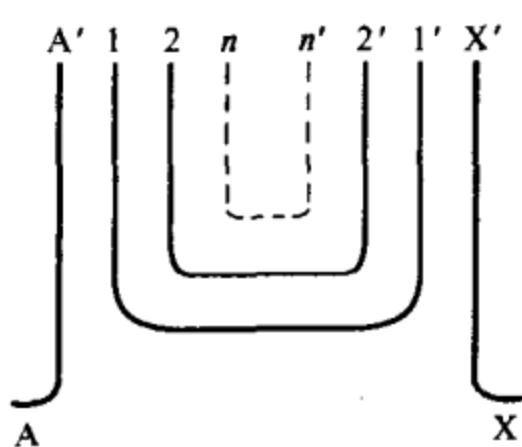

图3-27 绕组端部
(3) 将已损坏的线圈所在相绕组的首尾端A、X从定子绕组整体中分离出来，再用竹片刀小心地把线匝的断路端从线圈上剥离下来。用兆欧表或万用表分别找出A-A'、X-X'、1-1'、2-2'、…n-n'，如图3-27所示。
(4) 在断路线匝的两端分别穿上绝缘套管，用同规格的导线将A'-1'、1-2'…n-X'这样一匝一匝串接焊牢，并趁热将套管穿于焊接处。并检查A-X应为通路。
(5) 如果断线是因端部相间短路引起的，则在修复时应将相间绝缘重新填好。
(6) 绑扎端部，恢复其喇叭口及绕组的接法。装机后遥测绝缘电阻，并作空载试验，检查三相电流是否平衡。
(7) 在证明故障确已排除的情况下，根据绝缘好坏程度进行局部刷漆或整体浸烘。